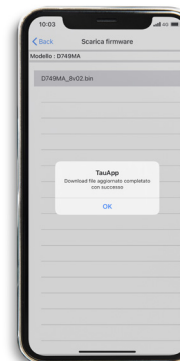

fig. 22
5. Confermare il download del file (fig. 21) e successivamente cliccare su Ok una volta completato (fig. 22)